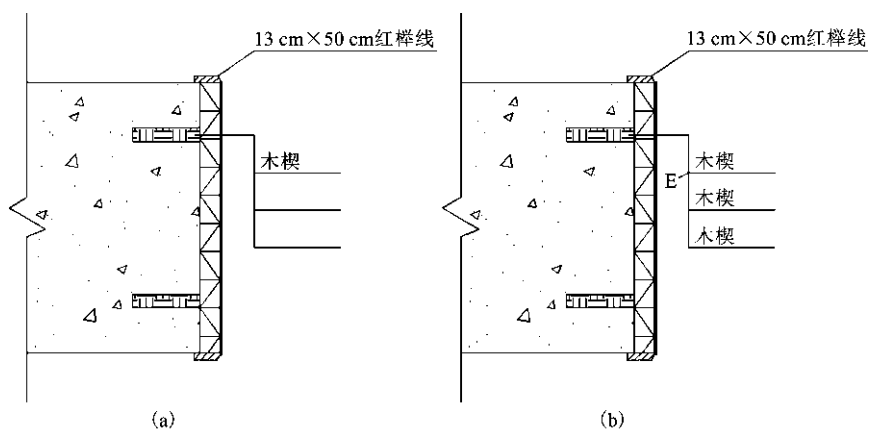

图 1-86 单行文字的位置及复制后的图示
④删除 2 个节点。
⑤利用单行文字输入法输入“木楔”，并将其摆在如图 1-86(a)所示的位置，然后以交点 E 为基点，将其向下复制 2 个，结果如图 1-86(b)所示。